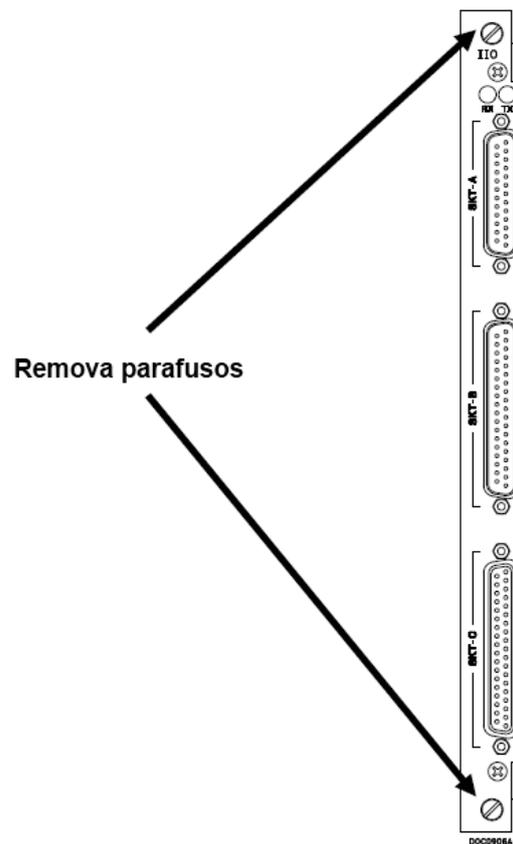

Figura 2-11. Parafusos no Módulo de I/O
1. Desparafuse e remova os parafusos Phillips pequenos no módulo de I/O (veja a *Figura 2-11*).